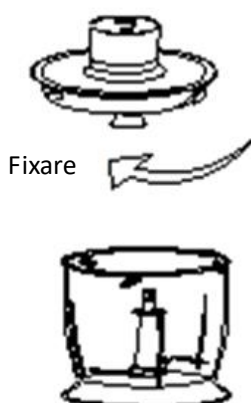

Fig. 2
4. Puneți capacul bolului de tocare, potriviți canelura capacului cu proeminențele din interiorul bolului, apoi rotiți capacul în sensul acelor de ceasornic până la fixarea acestuia (a se vedea Fig. 2). Pentru scoaterea capacului, rotiți-l în sens contrar acelor de ceasornic.